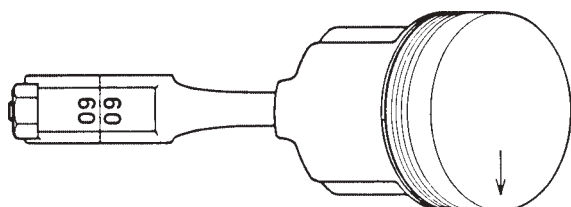

Fig. 49 Assemblage de piston et bielle (MD2010, MD2020)
3. Chauffer le piston à environ 100°C. Placer le piston et la bielle pour que les repères coïncident avec les figures 49 et 50.
**MD2010, MD2020 :** Avec le repère sur le côté de la bielle en haut, la flèche en haut du piston doit être tournée du même côté, voir la figure 49.